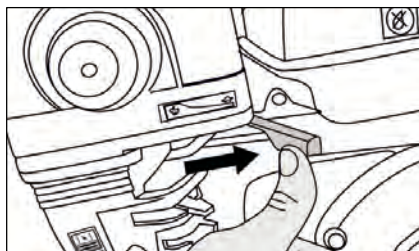

Рис. 35
3. Установите рычаг управления дроссельной заслонкой вправо, в положение «Черепашка» (рис. 35).